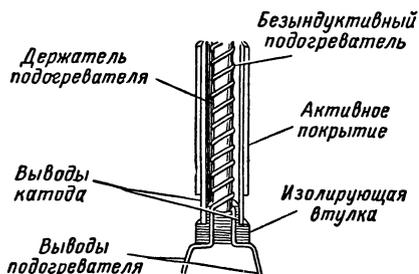

Рис. VI.58. Конструкция подогревателя и катода.
**Электронные лампы с катодом косвенного накала.** Когда для подогрева прямонакального катода используется постоянный ток, электронная эмиссия имеет постоянную величину. Однако при питании цепи накала переменным током электронная эмиссия может меняться, следуя изменениям тока. В лампах, накал которых должен питаться переменным током, нить накала помещают в покрытую оксидным слоем трубку (рис. VI.58). В этом случае роль катода играет эта трубка.